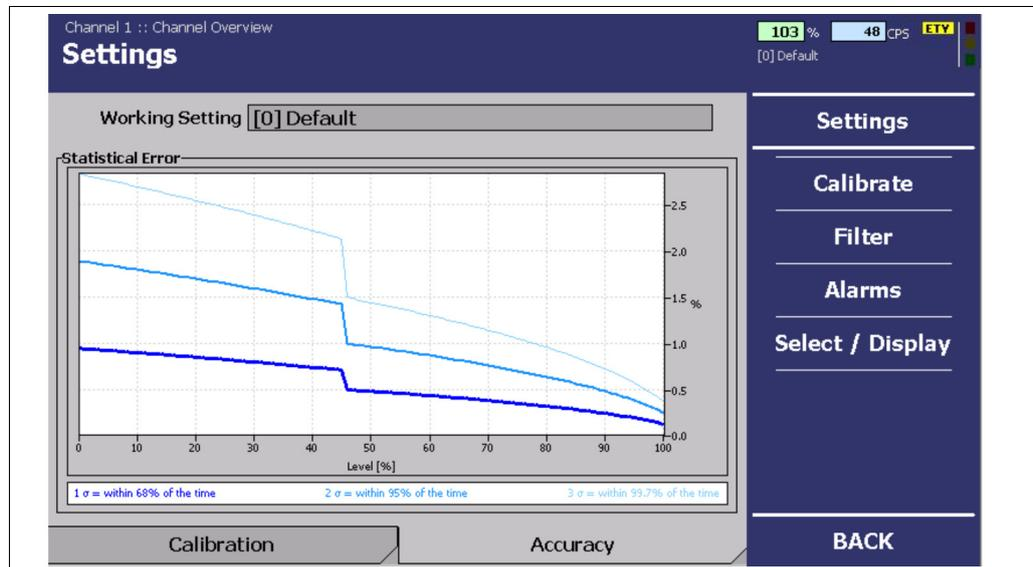

Abb. 55 Menü „Kanalübersicht“, Genauigkeit
BERTHOLD TECHNOLOGIES empfiehlt, den Abgleichmodus auf „dynamisch“ (Abb. 55, Pos. 5) einzustellen, wenn nur ein Leerabgleich vor Gießbeginn durchgeführt wird.
Anzeige der Kalibrierpunkte	Abb. 55, Pos. 6 und 7
Kurvenbeschreibung	Anzeige der Bezeichnung der Kalibrierkurve (Abb. 55, Pos. 4)
Abgleichmodus	<p>Der Abgleich dient der Anpassung der Kalibrierung an geänderte Umgebungsbedingungen (z. B. Wechsel der Kokille oder des Strahlers).</p> <p>Es stehen zwei verschiedene Modi zur Berechnung der neuen Kalibrierkurve zur Verfügung (Abb. 55, Pos. 5):</p>
Berthold empfiehlt, den Abgleichmodus auf „**dynamisch**“ (Abb. 55, Pos. 5) einzustellen, wenn nur ein Leerabgleich vor Gießbeginn durchgeführt wird.
2. Markieren Sie das zu verändernde Wertepaar (Kalibrierpunkt) durch Klicken auf das entsprechende Feld (Abb. 55, Pos. 7).
3. Klicken Sie auf **<Änd.>** (Abb. 55, Pos. 2) bzw. auf **<Neu>** (Abb. 55, Pos. 3), falls ein weiterer Punkt zugefügt werden soll.
- ▶ Korrigieren Sie ansonsten die Punkte oder löschen Sie diese durch Klicken auf die Schaltfläche <Entf.> (Abb. 55, Pos. 3). Es können bis zu 21 Kalibrierwertepaare eingegeben werden.